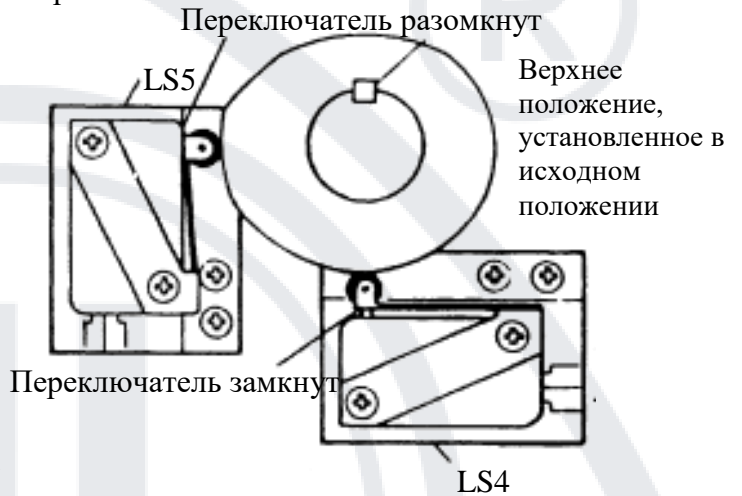

Рис. 22
2. Если микровыключатели требуют регулировки, ослабьте крепежные винты и установите LS4 и LS5, как показано на Рис. 22. При правильной установке затяните крепежные винты.
**Решение:** 1. Отрегулируйте зазор LS5 относительно кулачка переключателя. Рис. 22. 2. Замените LS5. 3. Отрегулируйте LS3, если необходимо, чтобы головка остановилась в исходном положении.